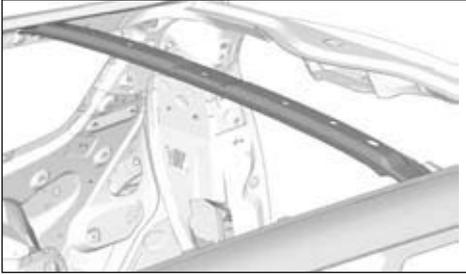

FIG.118
- Respecter la position de la pièce (Fig.118).